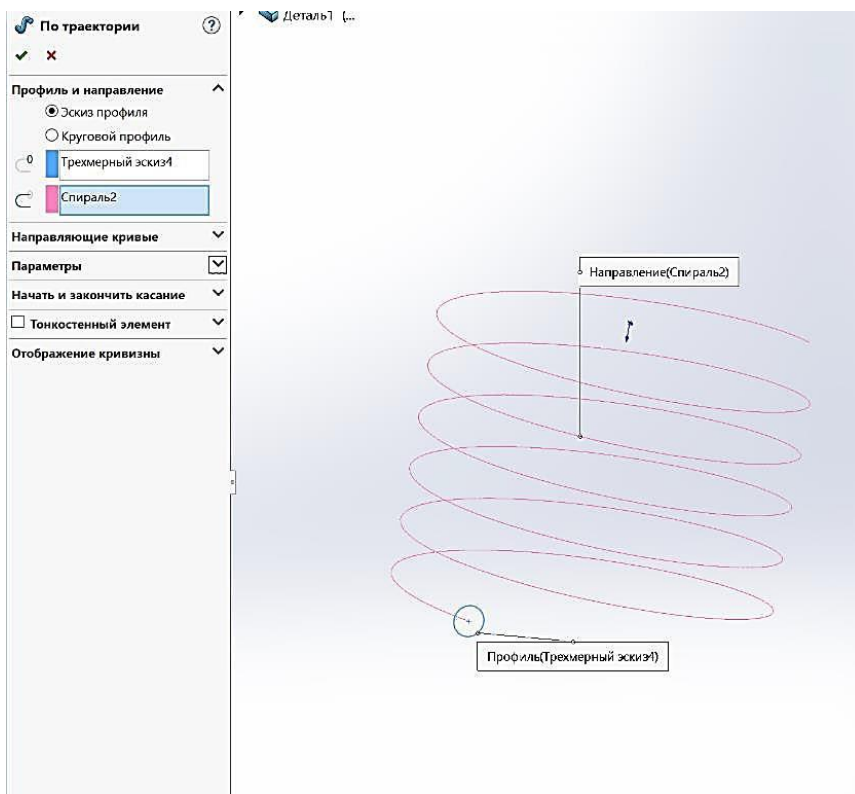

Рис. 6.3. Диалоговое окно
1. Кнопкой  вызвать диалоговое окно создания элемента вдоль траектории (рис. 6.3).
2. Задать параметры в соответствии с рис. 6.3.